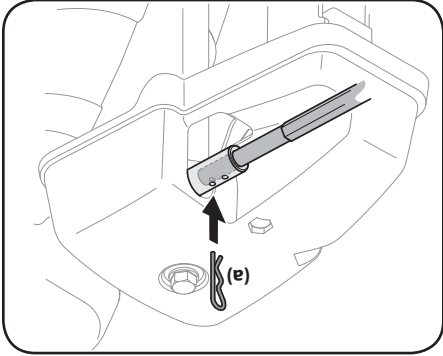

Figure 2-21
7. Poussez la tige de commande de la goulotte vers le panneau de bord jusqu'à ce que le trou dans la tige de commande de la goulotte s'aligne avec le trou le plus proche dans la commande de la goulotte et insérez la goupille fendue enlevée précédemment, étape 1. Voir la Figure 2-21.